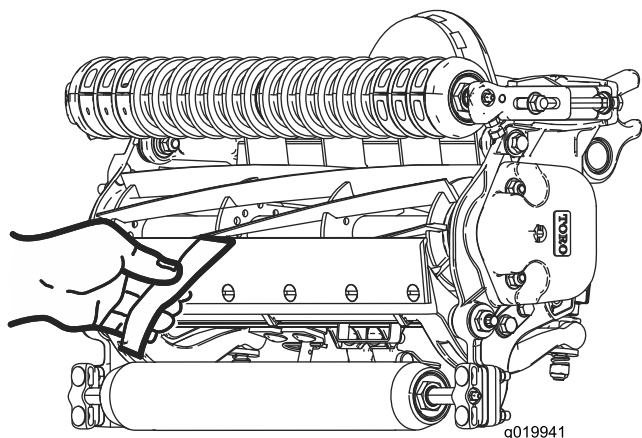

Рисунок 10
10. Проверьте режущие способности блока, вставив длинную полоску специальной бумаги Тото (деталь №125-5610) между барабаном и неподвижным ножом, перпендикулярно неподвижному ножу (Рисунок 10). **Медленно** вращайте барабан вперед. При этом бумага будет разрезаться.